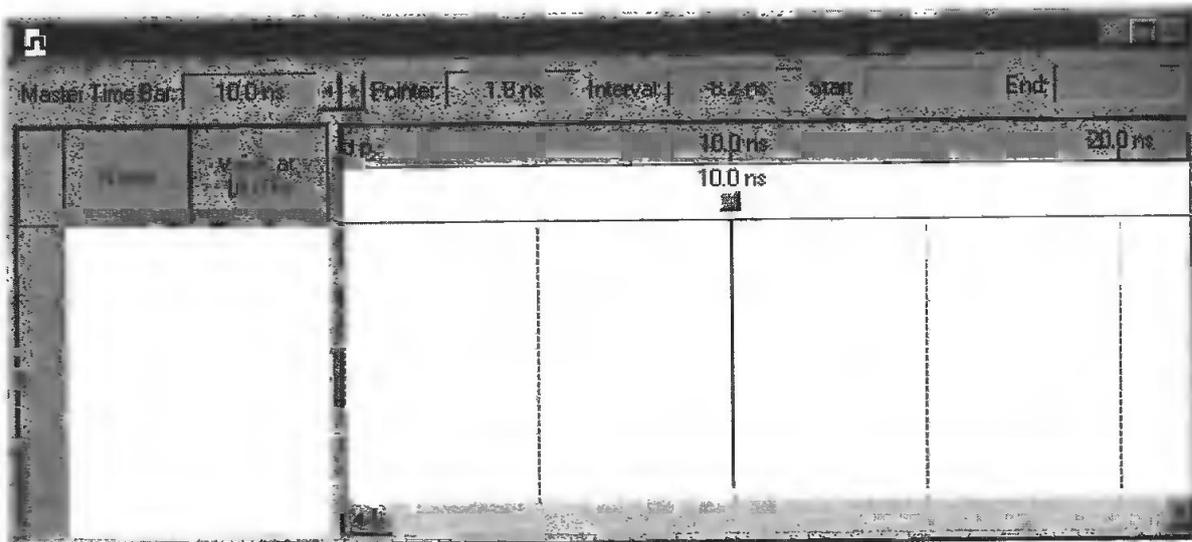

Рис. 3.64
3. Нажмите кнопку **ОК**: откроется редактор временных диаграмм (**Waveform Editor**) с пустым окном временных диаграмм (рис. 3.64).